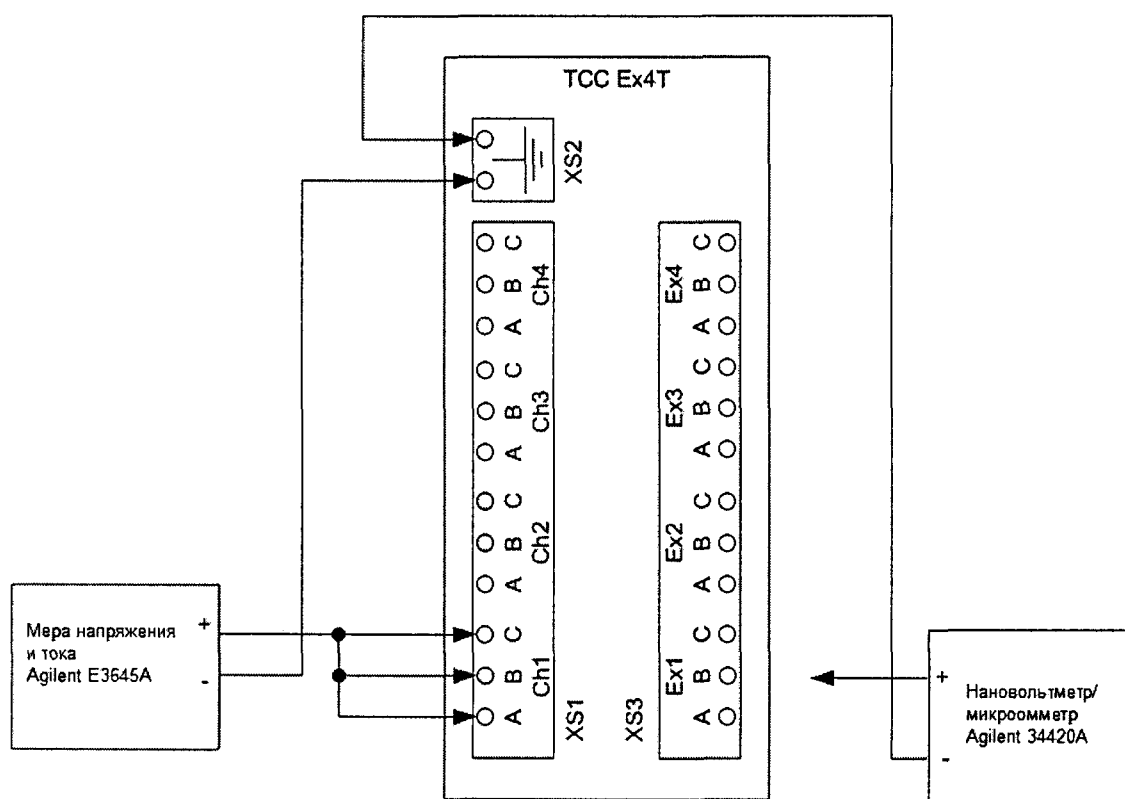

Рисунок 7.1 – Схема включения барьера ТСС Ex4T
7.2.1.1 Для опробования канала 1 барьера собрать схему (см. рисунок 7.1).